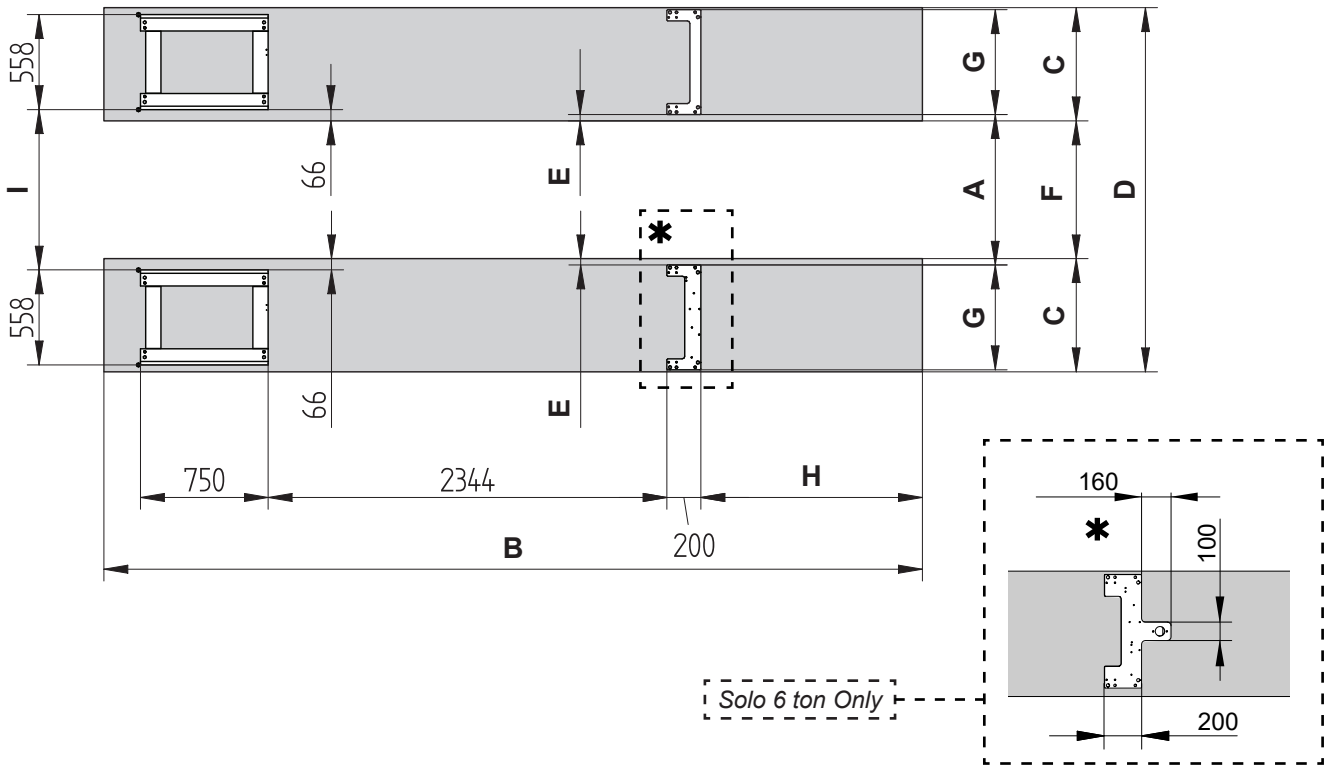

Fig. 20
- Verificare che le pedane siano parallele, in squadro e con distanza interna bordi guida traversa pari alla quota A (Fig. 20): se questo non fosse, agire opportunamente sulle basi mantenendone l'allineamento e la distanza longitudinale;
- Portare a terra le pedane e ricontrollare la distanza A (Fig. 20);
- Verificare la planarità sulle piastre di appoggio (1) e (2).
- Se necessario agire sulle viti di registro (3) e provvedere ad un adeguato spessoramento delle piastre (1) e (2).
- Al termine della regolazione serrare i controdadi (4) delle viti (3).
- Ensure that platforms are parallel one to each other, squared and have an inner distance between rail edges of A (Fig. 20). If not, adjust bases still keeping their alignment and longitudinal distance.
- Move platforms down to the ground and check that inner distance is A (Fig.20) .
- Check planarity on the support plates (1) and (2).
- If necessary, operate on the adjustment screws (3) and provide appropriate shims for the plates (1) and (2).
- After the adjustment, tighten the lock nuts (4) of screws (3).
- Sicherstellen, dass die Fahrschienen parallel zueinander ausgerichtet und im Winkelspiegel sind, und einem Innenabstand der Heberführungsänder von A (Abb. 20) aufweisen: Sollte dem nicht so sein, die Untergestelle dementsprechend
- Die Fahrschienen auf den Boden absenken und den Abstand von A (Abb.20) erneut überprüfen.
- Überprüfen Sie die Ebenheit auf den Auflageplatten (1) und (2).
- Betätigen Sie ggf. die Einstellschrauben (3) und unterlegen Sie entsprechend die Platten (1) und (2).
- Ziehen Sie nach der Einstellung die Kontermuttern (4) und die Schrauben (3) fest.
A (Fig. 20) : dans le cas contraire, intervenir sur les bases en maintenant l'alignement et la distance longitudinale.
- Porter les chemins de roulement au sol et reconstrôler la distance A (Fig.20).
- Vérifier la planéité sur les plaques d'appui (1) et (2).
- Le cas échéant, intervenir sur les vis de réglage (3) et veiller à ce que les plaques (1) et (2) soient dûment calées.
- À la fin du réglage, serrer les contre-écrous (4) des vis (3).
- Comprobar que las plataformas estén paralelas, perpendiculares y con distancia interior de los bordes guía travesaño igual a A (Fig. 20); de lo contrario, mover las plataformas manteniendo la alineación y la distancia longitudinal;
- Colocar las plataformas a nivel del pavimento y controlar la distancia de A (Fig.20);
- Compruebe la planitud de las placas de soporte (1) y (2).
- Si es necesario, intervenga los tornillos de ajuste (3) y calce adecuadamente las placas (1) y (2).
- Una vez completado el ajuste, apriete las contratueras (4) de los tornillos (3)